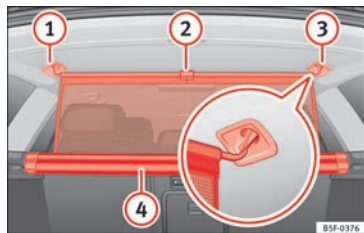

Fig. 167 En el maletero: enganchar la red de separación.
- Tire hacia arriba de la lengüeta » **fig. 167** ② para sacar la red de la carcasa ④.
- Enganche la red de separación en el lado derecho ③ (imagen ampliada).
- Enganche la red de separación en el alojamiento del lado izquierdo ① estirando la barra.